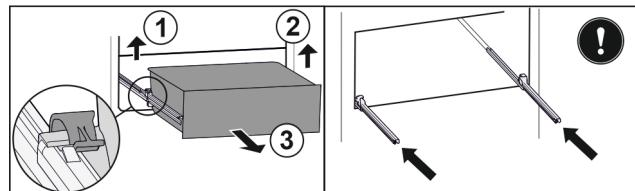

Fig. 111
- ▶ Повдигнете лявата скоба и едновременно с това издеглете напред чекмеджето отляво. Fig. 111 (1)
- ▶ Повдигнете дясната скоба и едновременно с това издеглете напред чекмеджето отдясно. Fig. 111 (2)
- ▶ Извадете чекмеджето напред. Fig. 111 (3)